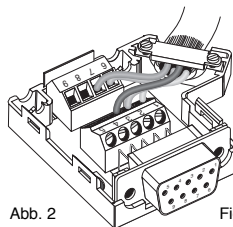

Abb. 2
**Kabelzuführung** wahlweise **von links** (Abb. 1) oder **von rechts** (Abb. 2) durch Drehen des Anschlussblocks im Gehäuse!
**Auflegen der Schirmung** unter dem Schellenbügel der Zugentlastung (Abb. 2).
**Cable entry from left** (Fig. 1) or **from right** (Fig. 2) by rotating the connection block inside the housing!
**Connection of the shield** under the strain relief clamp (Fig. 2).